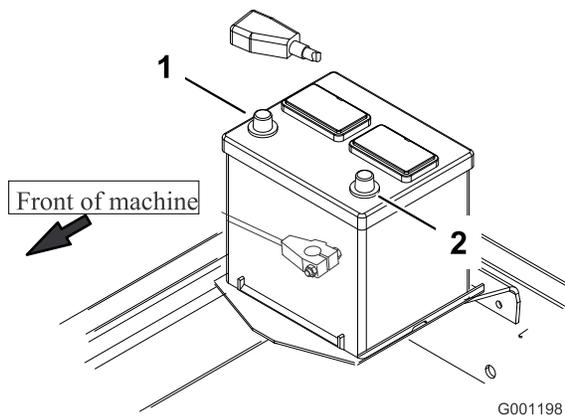

図 11
8. まず、赤い(+)ケーブルをバッテリーの(+)端子に、黒いケーブル(-)はバッテリーの(-)端子に固定する(図11)。ショート防止のために(+)端子にゴムキャップをかぶせる。